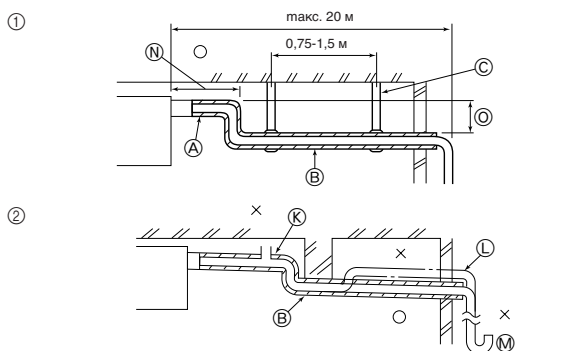

Fig. 4-1
- Для изменения направления труб дренажа используйте входящий в комплект дренажный шланг. (Fig. 4-1)
- ① Правильное соединение труб
- ② Неправильное соединение труб